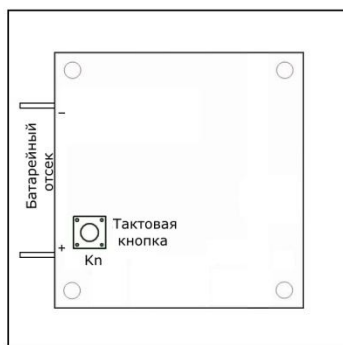

Рисунок 6.4. Плата радиокнопки вызова MP-411D1
1. Снять крышку с радиокнопки вызова. После снятия крышки станет доступна печатная плата с кнопкой **Kn** для перехода в режим программирования номеров радиокнопок (рис.6.4).